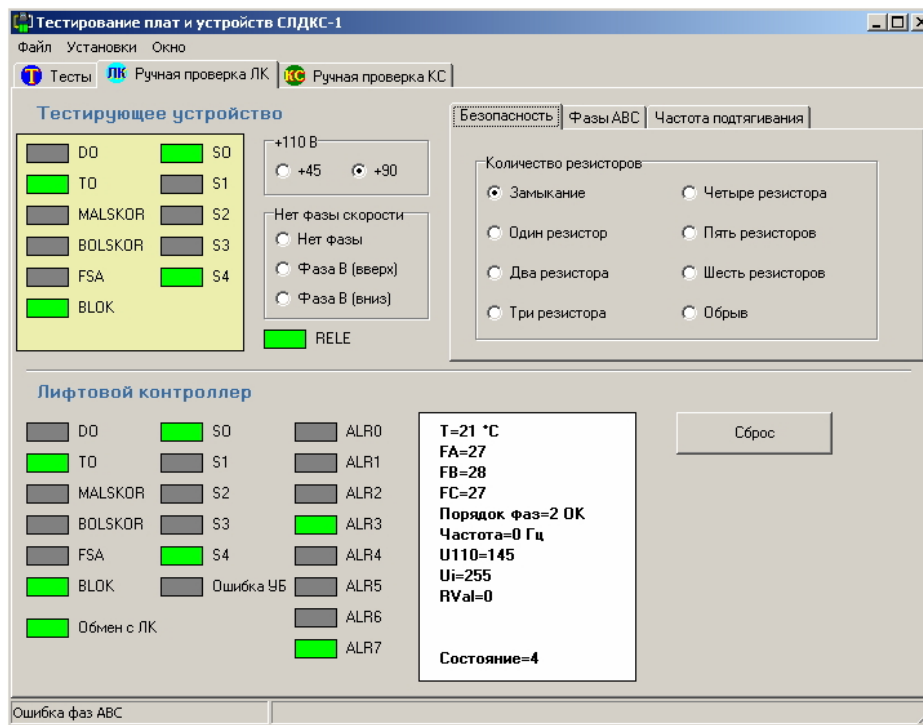

Рисунок 43. Ручная проверка ЛК.
5. Если неисправность не удалось обнаружить визуально, то следует перейти к электрической проверке. Для этого установите лифтовой контроллер в стенд и выберите в качестве текущей вкладку «Ручная проверка ЛК» (рисунок 43).